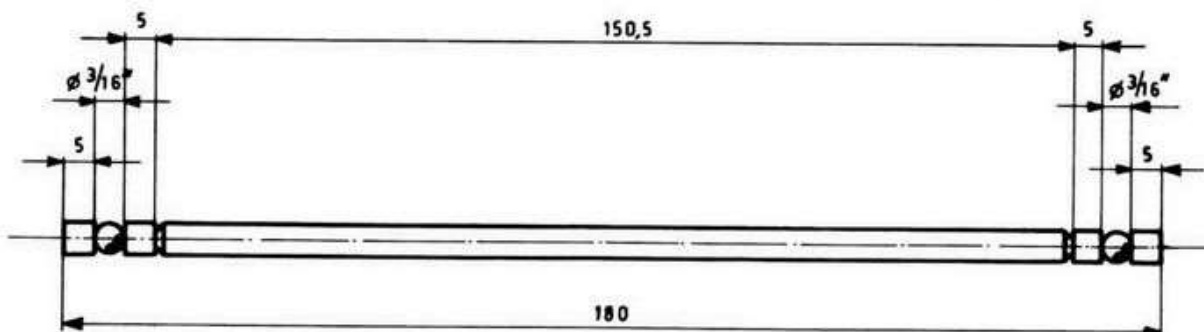

Fig. 40
- Darauf achten, dass die Kugeln die Zylinderrollen sowie die Kupplungsstange in der Getriebe-Antriebswelle richtig montiert sind, insofern solche demontiert wurden (Fig. 40)
- S'assurer que les billes, les rouleaux cylindriques ainsi que la tringle d'embrayage soient disposés correctement à l'intérieur de l'arbre primaire de la boîte de vitesses au cas où ces pièces auraient été déplacées (fig. 40)